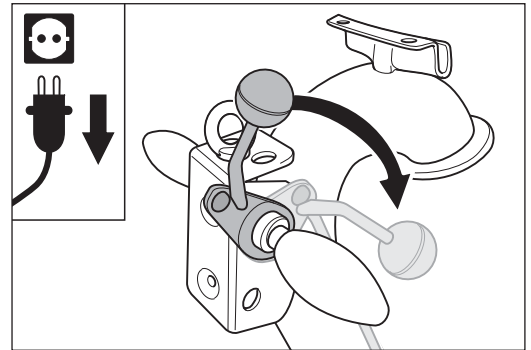

Abb. 23 Den Ablasshebel am Handgriff nach unten drücken. Dadurch wird die Schleifwalze auf den Boden abgesenkt.
- 3 Drücken Sie den Ablasshebel am Handgriff nach unten (Abb. 23). Dadurch wird die Schleifwalze auf den Boden abgesenkt.